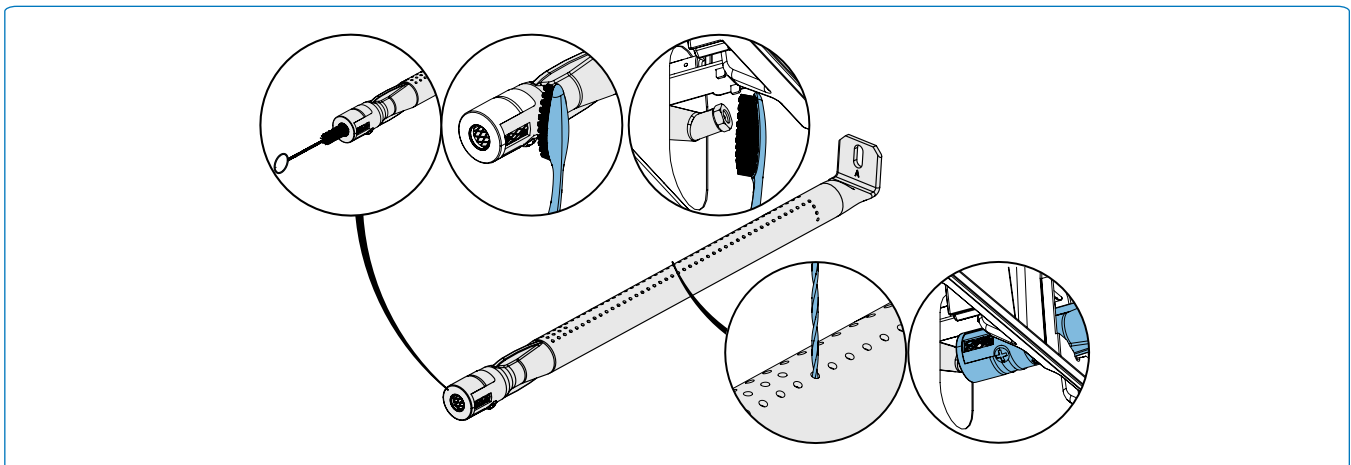

Fig. 16
1. Retire el/los tornillo(s) que sujetan el quemador a la pared trasera de la parrilla. Deslice el quemador hacia atrás y hacia arriba para retirarlo. **(Fig.16)**.